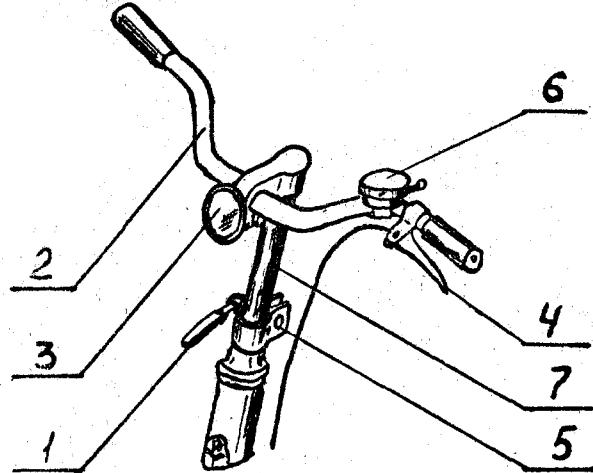

Рис. 5.
4.3. Руль велосипедов (Рис. 5) регулируется по высоте и наклону ручек.
4.9.1. При разборке и сборке рулевой колонки необходимо помнить, что быстroredействующий зажим (хомутик) (5) (Рис. 5) стержня руля имеет резьбу.